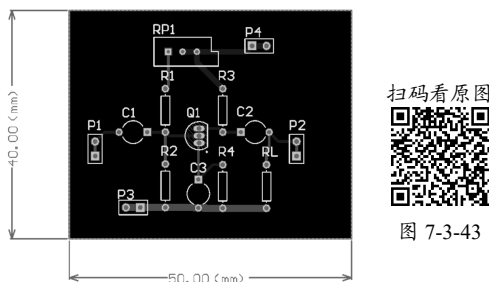

图 7-3-43 自动布线结果（双层板）
③ 自动布线结果如图 7-3-43 所示。
(4) 单击图 7-6-3 中的【OK】按钮, 返回图 7-6-1, 再单击该对话框中的【OK】按钮, 此时图 7-3-43 中 Q1 的封装发生了变化, 其效果如图 7-6-4 所示。